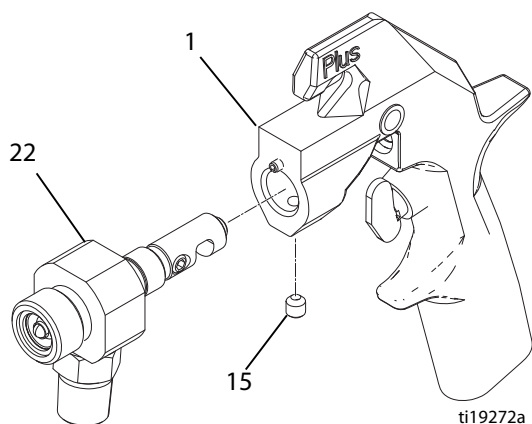

Рис. 8
- Ослабьте установочный винт (15) и извлеките корпус подачи жидкости (22) из корпуса пистолета (1). См. Рис. 8.